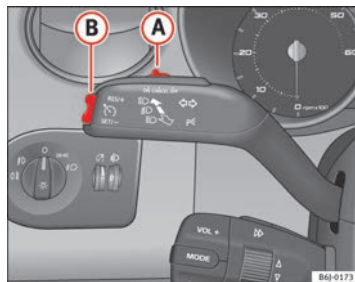

Fig. 112 Palanca de intermitentes y de luz de carretera: mando y tecla basculante para el regulador de velocidad
- Mueva el mando ⇒ fig. 112 (A) hacia la izquierda hasta la posición **ON**.